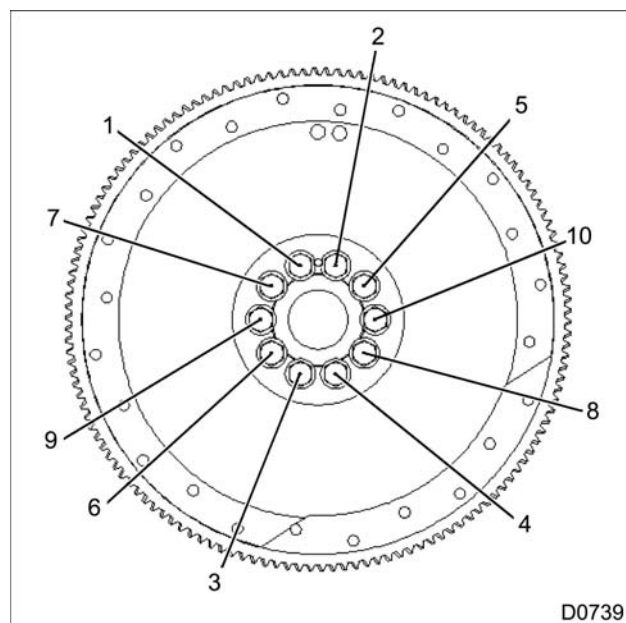

Figura 602 Secuencia de torque del plato flexible
3. Con un patrón alterno a través del centro, ajuste en forma pareja los pernos del plato flexible al torque especial (página 377) de acuerdo a la ilustración de secuencia de torque (Figura 602).
Pernos del plato flexible **nuevos solamente** 94 N·m (69 lbf/pie) a la secuencia de torque (Figura 602)